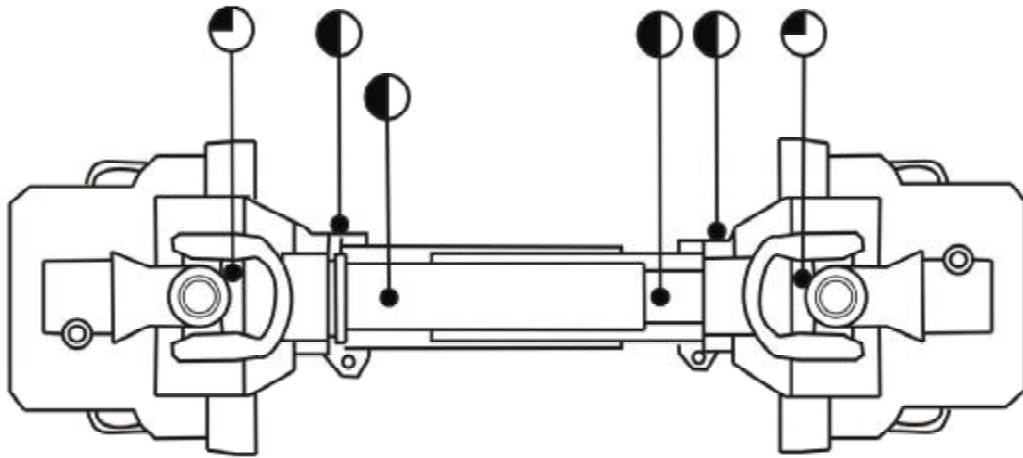

Рис. 16 Места смазки карданного вала
*- согласно рис. 16 и таблице 4.